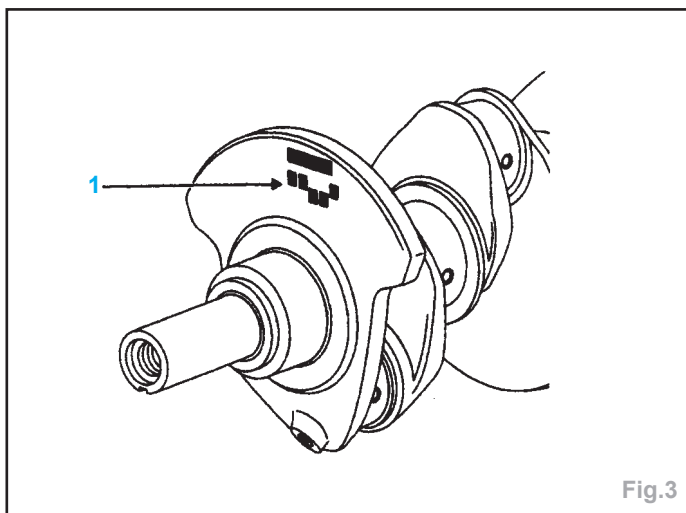

Fig.3
- Repérage des diamètres tourillons vilebrequin (1) (Fig.3) :